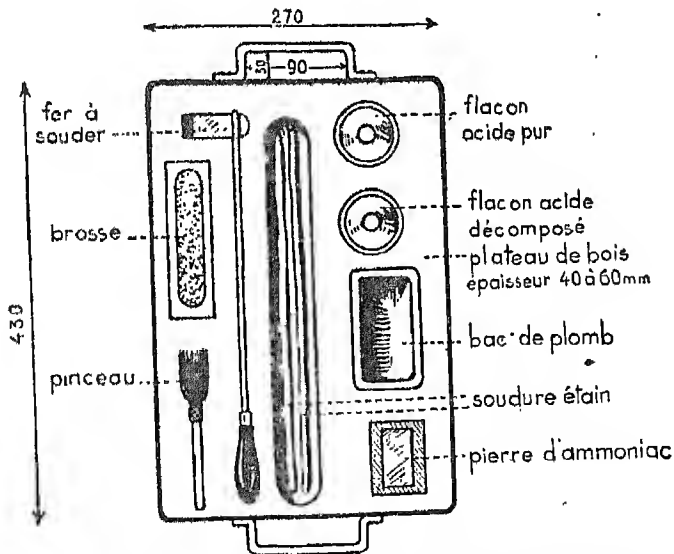

Fig. 11. — Nécessaire à souder. Tout l'outillage nécessaire pour souder est porté par un plateau épais en bois, muni de deux anses.
3. Il est commode de disposer, dans chaque famille, d'un nécessaire à souder (fig. 11), comprenant :